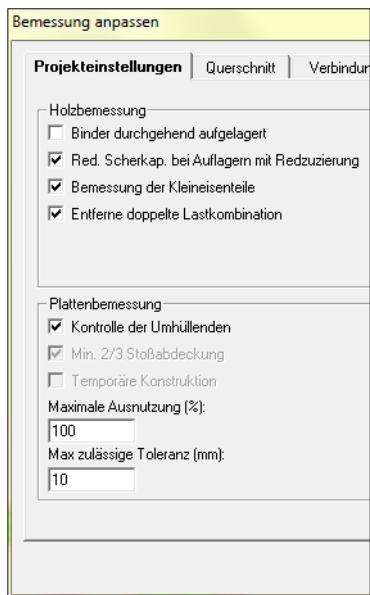

Abb. F 57
In *TrussCon* können Sie in der Registerkarte *Projekteinstellungen in Bemessung & Anpassung* die Lagetoleranz von  $\pm 5\text{mm}$ , die in der Norm im Kap. 13.2.1 (5) erwähnt wird, zuzüglich der Toleranz eintragen, die Sie noch berücksichtigt haben möchten (Abb. F 57). Es wird die effektive Anschlussfläche nur dann reduziert, wenn Sie einen Wert über 5mm eintragen. In diesem Fall wird nur dieser zusätzliche Wert angesetzt.